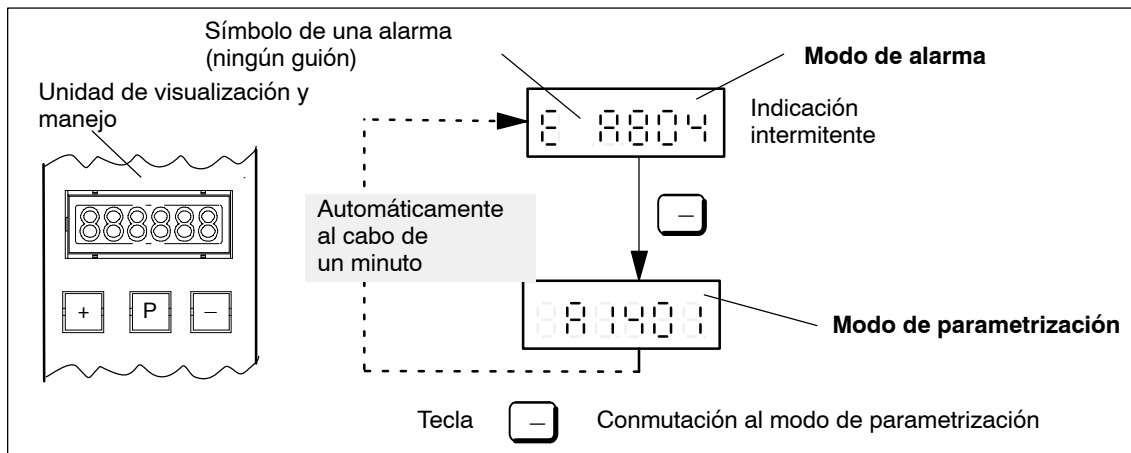

Fig. 7-3 Manejo si existe una alarma
3. Éste es el aspecto cuando se ha producido una alarma (ver fig. 7-3).